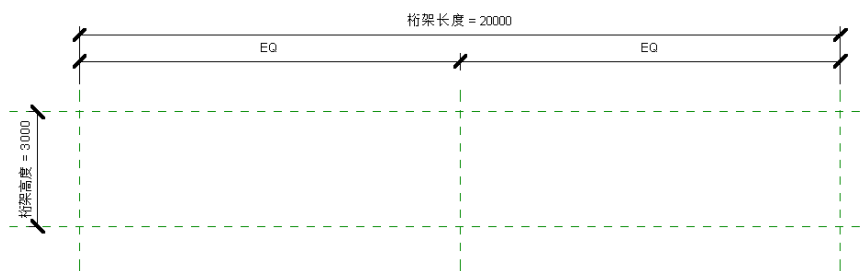

图 7-9 修改桁架长度
(3) 双击桁架长度，输入新的长度值，修改桁架长度，如图 7-9 所示。